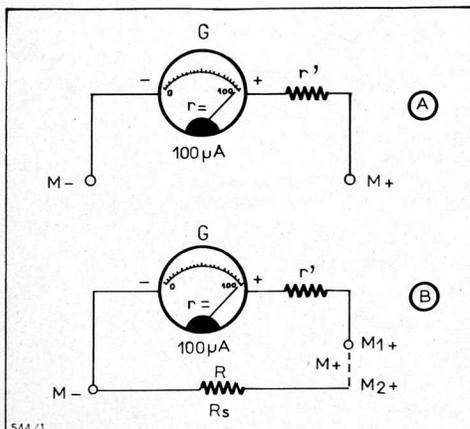

Fig. 1
Revenons maintenant à la figure 1 (B). A l'ensemble G + r' de résistance $1\,000 \Omega$ on a ajouté R_{s2} .
Sans celle-ci (montage fig. 1 (A)) la sensibilité du milliampèremètre est 0 à $100 \mu\text{A}$.
On verra aisément que pour obtenir la sensibilité 0 à 10 mA, la résistance à mettre en shunt sur le montage de la figure 1 (B) valable pour 0 à 1 mA, est une résistance égale à : $0,1 / 0,009 = 11,1111 \Omega$.